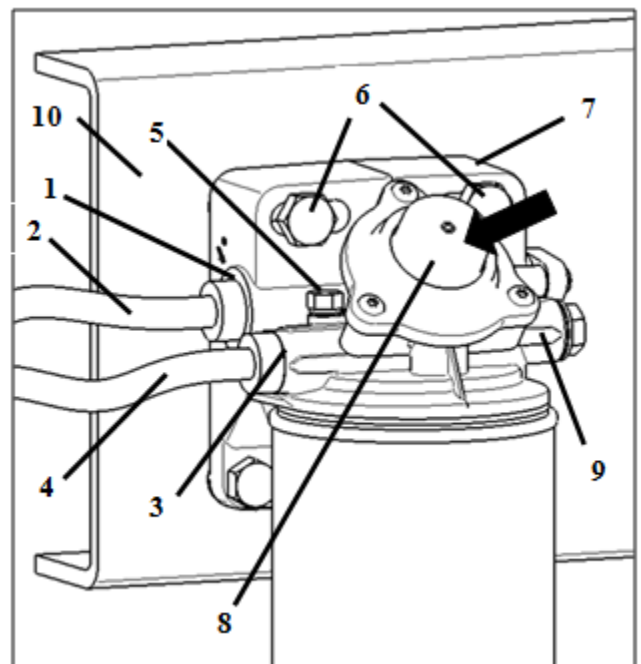

Fig. 3 Montage
- Choisir un endroit approprié sur le cadre du véhicule (pos.10, Fig. 3) (respectez les consignes du chap. 4.1).
- Fixer la bride de montage (pos.7, Fig. 3) sur le cadre (pos.10, Fig. 3) avec deux vis (pos. 6, Fig. 3 ; M 12 - 8.8) et les rondelles (12,5 - ISO 7090) ($M_a = 60 + 5 \text{ Nm}$).
- Retirer les capuchons à l'entrée (pos. 1, Fig. 3) et la sortie (pos. 3, Fig. 3).
- Raccorder les conduites de carburant (pos. 2 et 4, Fig. 3) sur l'entrée (pos. 1, Fig. 3, filet M18 x 1,5) et la sortie (pos. 3 et 9, Fig. 3, filet M18 x 1,5).
- Ouvrir la vis de purge d'air de 12 (pos. 5, Fig. 3).
- Actionner la pompe d'amorçage manuelle (pos. 8, Fig. 3) et aspirer du carburant.